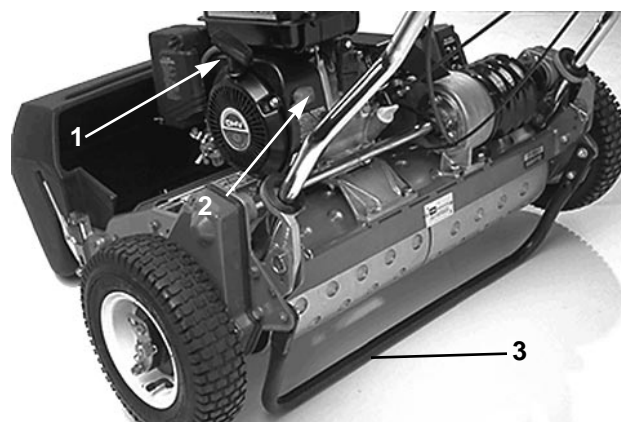

**Fig. 15**
**Alavanca do estrangulador** (Fig. 15)—Situada na frente do lado esquerdo do motor. A alavanca tem duas
2. Abrir a válvula de corte de combustível no motor (Fig. 15).
5. Mover a alavanca do estrangulador (Fig. 15) para a posição de meia abertura durante o arranque com o motor frio. O estrangulador pode não ser necessário no arranque de um motor quente.